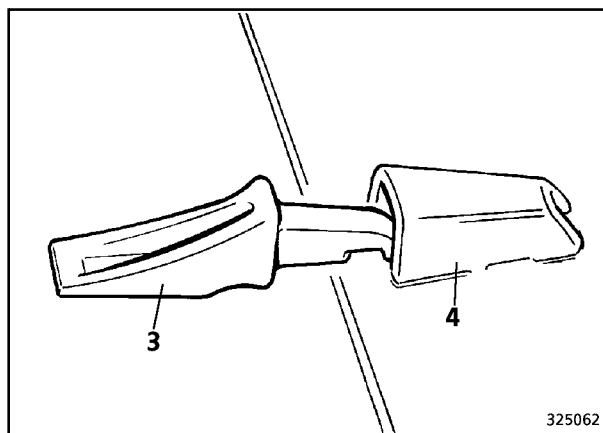

Fig. 3
- Insertar el diente nuevo (3) en el manguito (4, Fig. 3). El diente debe estar en contacto íntimo con el manguito en el punto marcado por la flecha (Fig. 4).